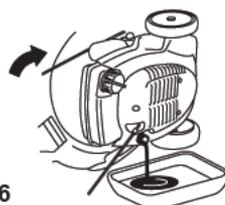

Figura 26
2. Inclina la podadora en el lado derecho para vaciar el aceite usado a través del tubo de llenado de aceite (Figura 26).